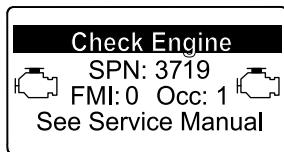

Figure 58
- Avertissement moteurSPN 3719, FMI 0 (Figure 58)